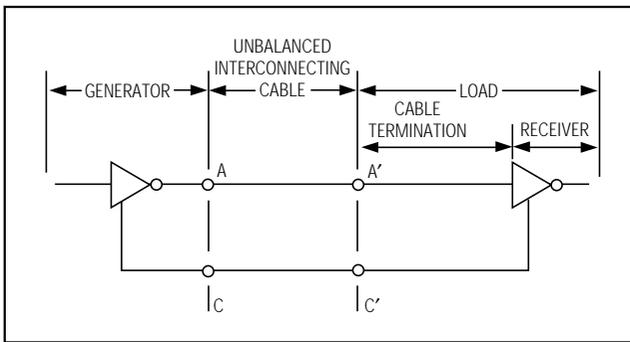

図13. 標準的なV.28インタフェース
V.28インタフェースは、非平衡型のシングルエンドインタフェースです(図13)。V.28ドライバは、A'とC'の